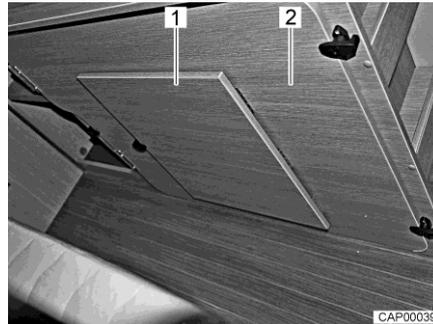

Bild 43 Einlegebrett am rechten Bettkasten
- Zusätzliches Einlegebrett (Bild 43,2) vom rechten Bettkasten im Heck abnehmen.
- Fußstütze (Bild 43,1) am Einlegebrett ausklappen.